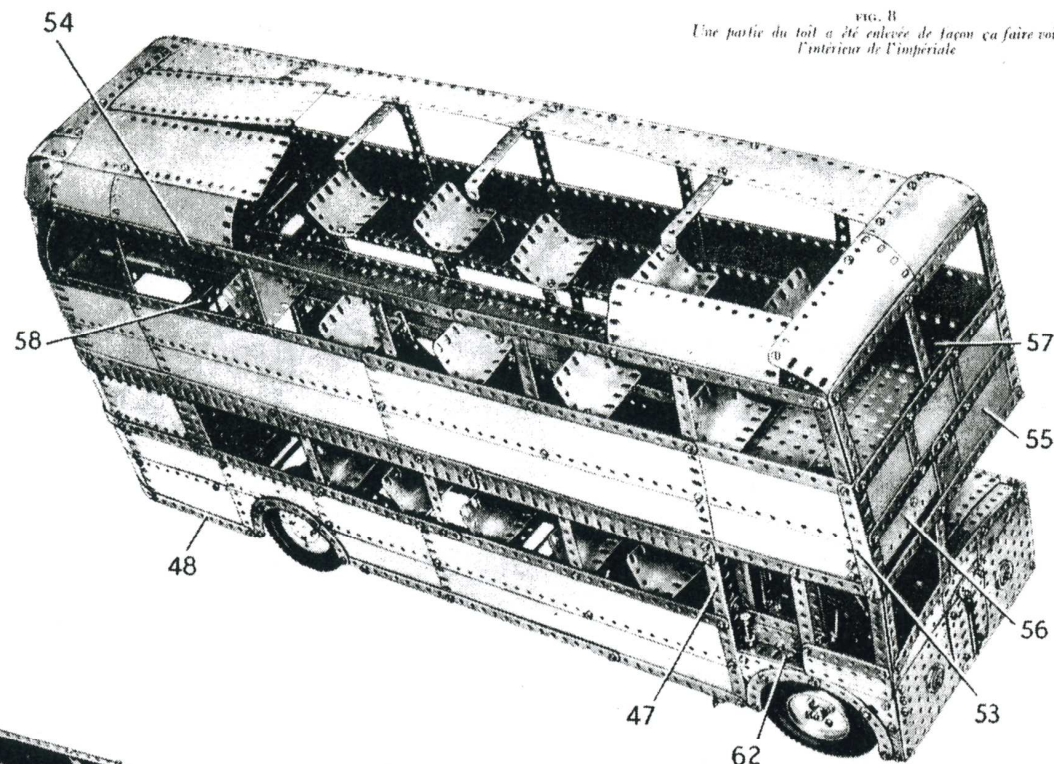

FIG. 8
La partie inférieure de l'autobus (Fig. 8 et 9)
Le côté qui apparaît sur la figure 8 est constitué par deux plaques flexibles de 14 x 6 cm., quatre plaques bandes de 25 trous et deux plaques flexibles de 11,5 x 6 cm. Ces pièces sont fixées sur les bandes de 25 trous verticales qui forment les montants des fenêtres. A l'avant, une cornière de 9 trous (53) est réunie aux bords supérieurs de la partie inférieure de l'autobus par une bande de 15 trous. Les bords supérieurs des plaques sont renforcés par deux bandes de 25 trous et deux bandes de 11 trous. Une bande (54) faite de trois bandes de 25 trous est boulonnée aux extrémités supérieures des montants des fenêtres. En plus des bandes verticales de 25 trous, deux bandes de 11 trous, une bande incurvée de 10 cm., une bande de 7 trous à l'avant servent à constituer les fenêtres de l'impériale.
A l'avant de l'autobus, les cornières (53) sont réunies par deux bandes de 19 trous et par une bande faite de deux bandes de 11 trous qui se recouvrent sur 3 trous (Fig. 8). L'avant est recouvert par trois plaques flexibles de 9×6 cm, en haut, et par une moitié de plaque à charnières (55), une plaque flexible de 6×4 cm, et une de 14×4 cm, (56) au dessous. La plaque (56) est prolongée vers le haut par une autre plaque flexible de 14×4 cm, et ces plaques sont maintenues en retrait des plaques flexibles de 9×6 cm, par des écrous placés sur les boulons qui les unissent. Les extrémités avant des bandes (54) sont réunies par des équerres à deux bandes de 11 trous qui se recouvrent sur 3 trous.
Le capot et la cabine du chauffeur (Fig. 8 et 9)
Le côté extérieur de la cabine se construit en fixant une cornière de 11 trous (62) (Fig. 8) sur la cornière (47) grâce à une équerre. L'extrémité avant de la cornière (62) est réunie à la cornière (53) par une bande de 11 trous. Le côté est recouvert par une plaque flexible triangulaire de 6×4 cm. et une de 6×6 cm., ainsi que par une plaque sans rebords de 75×38 mm.